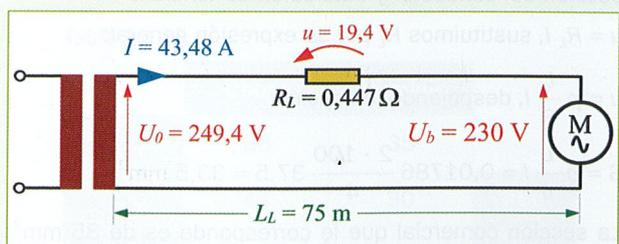

Figura 4.5.
- d)** La tensión u en el transformador es (Figura 4.5):